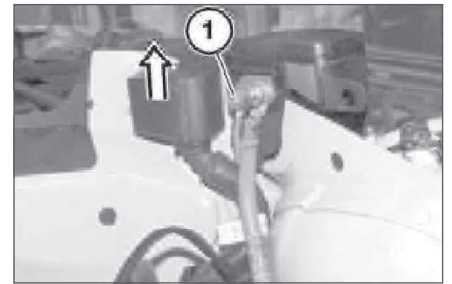

Рис. 8.55. Распределитель
- вынуть корпус распределителя зажигания (рис. 8.55) движением вверх (для «N42»).